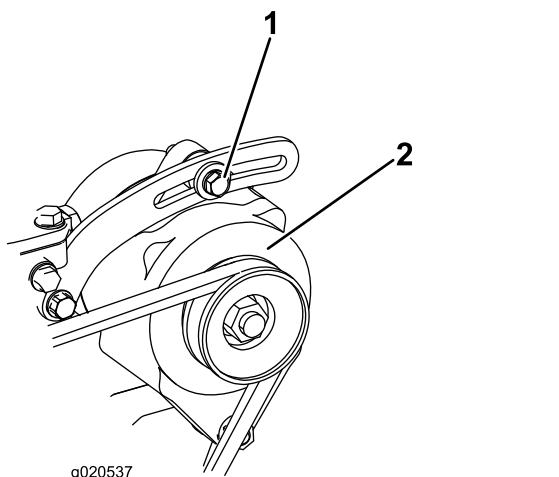

Bild 85
Prüfen Sie den Zustand und die Spannung des Riemens (**Bild 85**) alle 100 Betriebsstunden.
2. Lockern Sie bei einer Durchbiegung von mehr oder weniger als 10 mm die Befestigungsschrauben der Lichtmaschine (**Bild 85**). Erhöhen oder reduzieren Sie die Spannung des Lichtmaschinen-Treibriemens und ziehen Sie die Schrauben wieder fest. Prüfen Sie die Riemen Spannung noch einmal auf korrekte Einstellung.